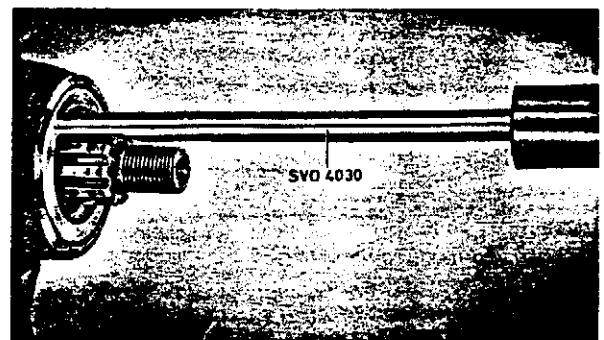
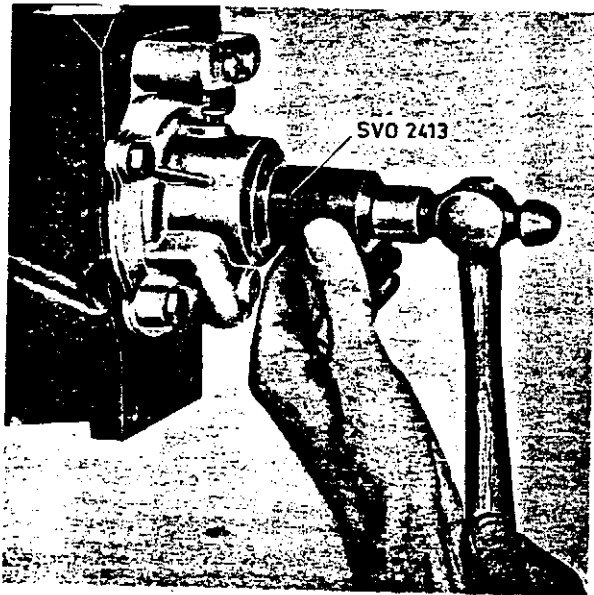

Abb. 16 Dichtungsring ausbauen
Abb. 17 Dichtungsring einbauen
3. Alten Dichtungsring mit Abziehvorrichtung SVO 4030 entfernen, siehe Abb. 16. Neuen Dichtungsring mit Hilfe der Hülse SVO 2413 einbauen, siehe Abb. 17.